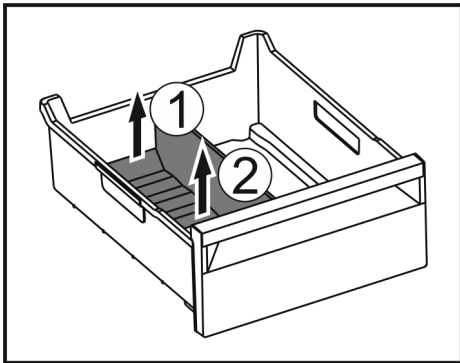

Fig. 138
- Achterste deel van de ijsvak-scheider optillen. Fig. 138 (1)
- Ijsvak-scheider er naar boven toe uitnemen. Fig. 138 (2)